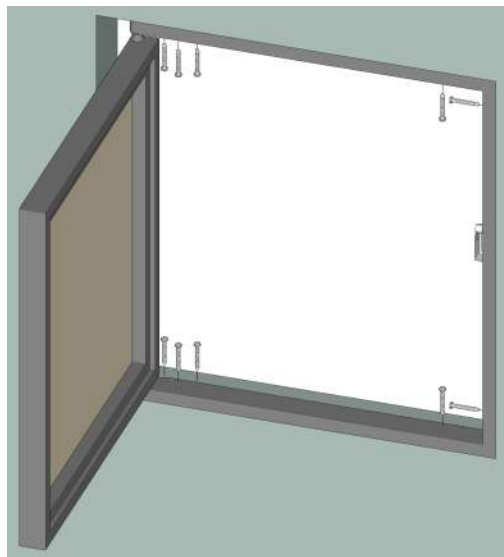

Рис. 9
- 3) Откройте створку люка и зафиксируйте раму люка к проёму крепежными элементами сверху, снизу, со стороны замка (Рис.9).